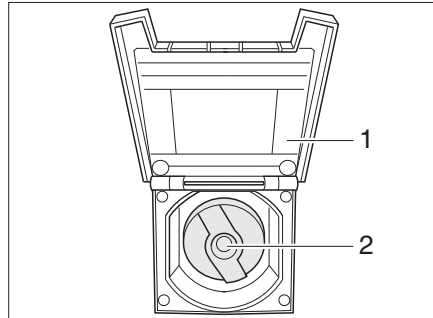

Fig. 225 Tapa de cierre para el tubo de llenado de agua potable
- Abrir la tapa (Fig. 225,1) para el tubo de llenado de agua potable.
- Introducir la llave en el cilindro de cierre (Fig. 225,2) y girarla un cuarto de vuelta en sentido contrario a las agujas del reloj.
- Abrir el tubo de llenado de agua potable (Fig. 225).